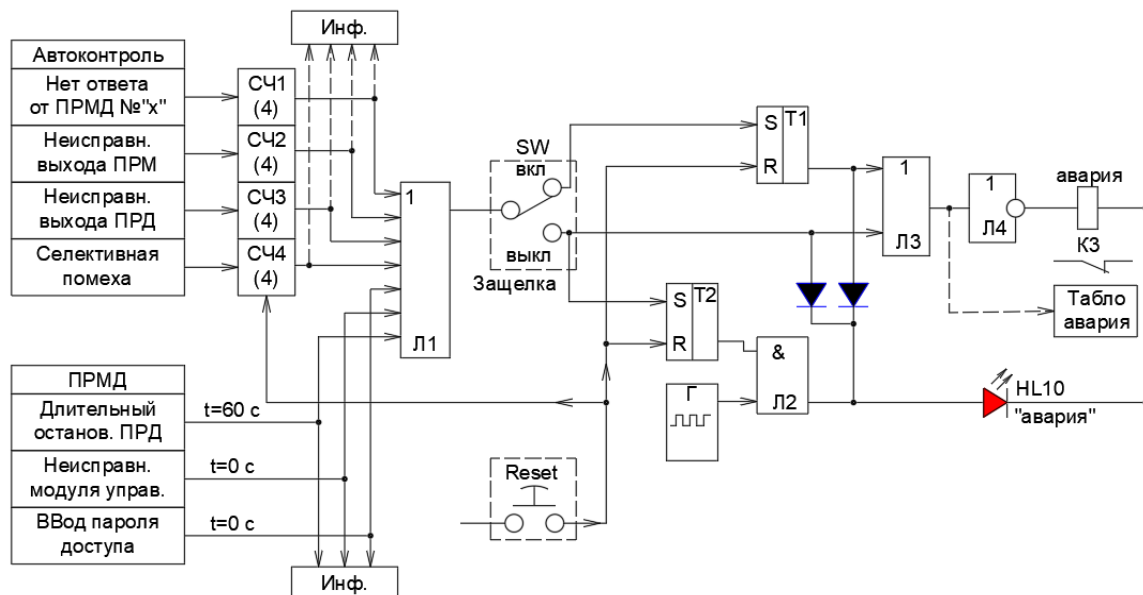

Рисунок 8.5.3 - Алгоритм аварийной сигнализации
**Аварийная сигнализация** ПРМД реализована по алгоритму (рисунок 8.5.3).